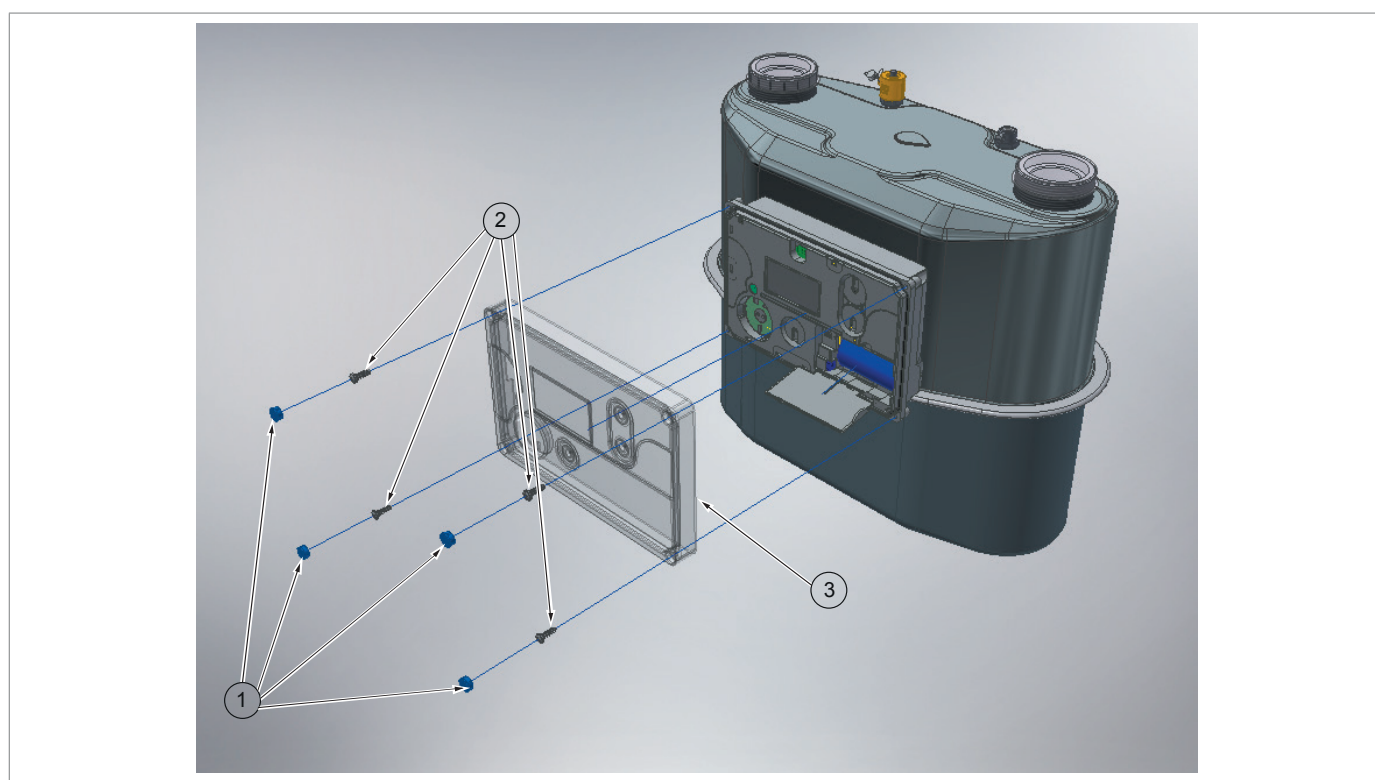

Fig. 11.10. Peças sobressalentes
- uma posição indicada no desenho de montagem do equipamento (Fig. 11.10);